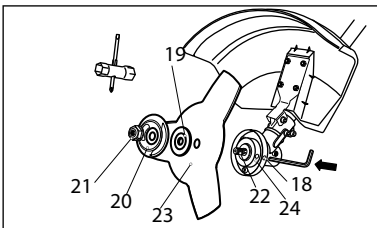

рис. 7.1
Вставьте шестигранный ключ из комплекта поставки в специальное отверстие (18) внутреннего фланца и заблокируйте шпindel (22, рис. 7.1).
Снимите триммерную катушку (17) в сборе со шпинделя (22, рис. 7.1).
Снимите диск (23, рис. 7.1) согласно пункту «Снятие и установка диска».